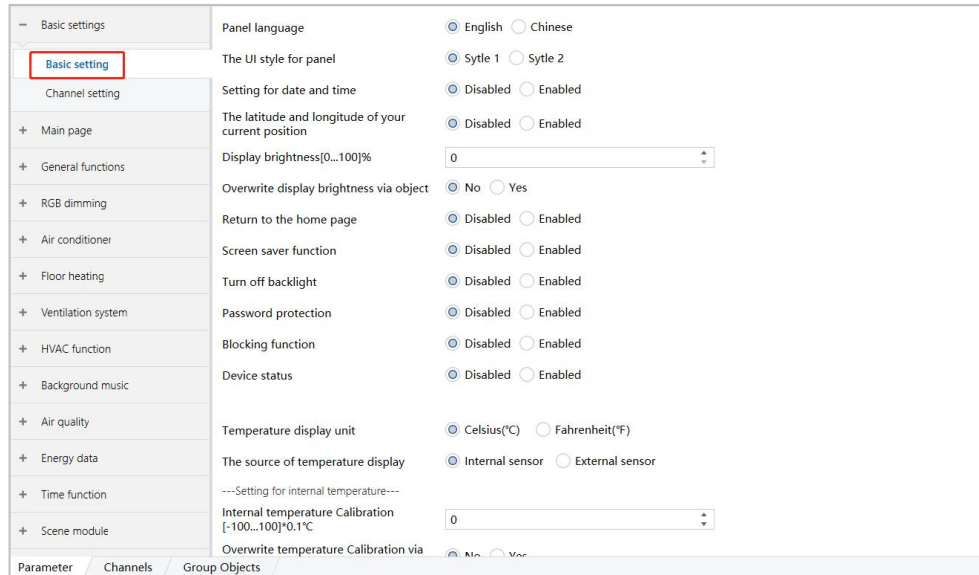

图 6.1.1
在 ETS5 中打开智能触摸屏面板参数设置界面，如图 6.1.1 所示。
(1) 单击下述红色方框内的选项，设置相关参数，如图 6.1.1 所示